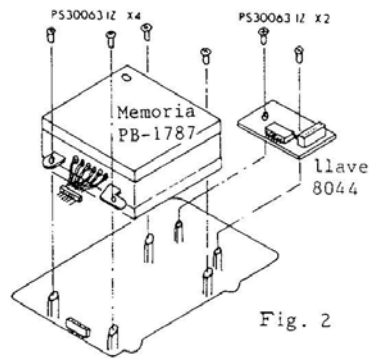

Fig. 2
- 2º- Instale la unidad de memoria PB-1787 usando los tornillos como indica la Fig. 2, luego conecte el plug con los cables. De igual forma se puede proceder con la llave electrónica 8044.